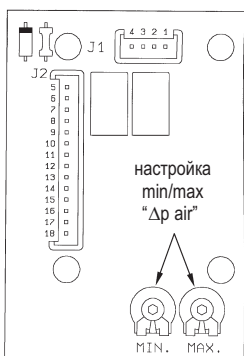

Рис. 3
- 2) Используя триммер "MAX" на электронной плате вентилятора (рис. 3) настройте максимальный перепад давления в соответствии с таблицей:
- 4) Используя триммер "MIN" на электронной плате вентилятора (рис. 3) настройте минимальный перепад давления в соответствии с таблицей:
– Отсутствие розжига (рис. 3).